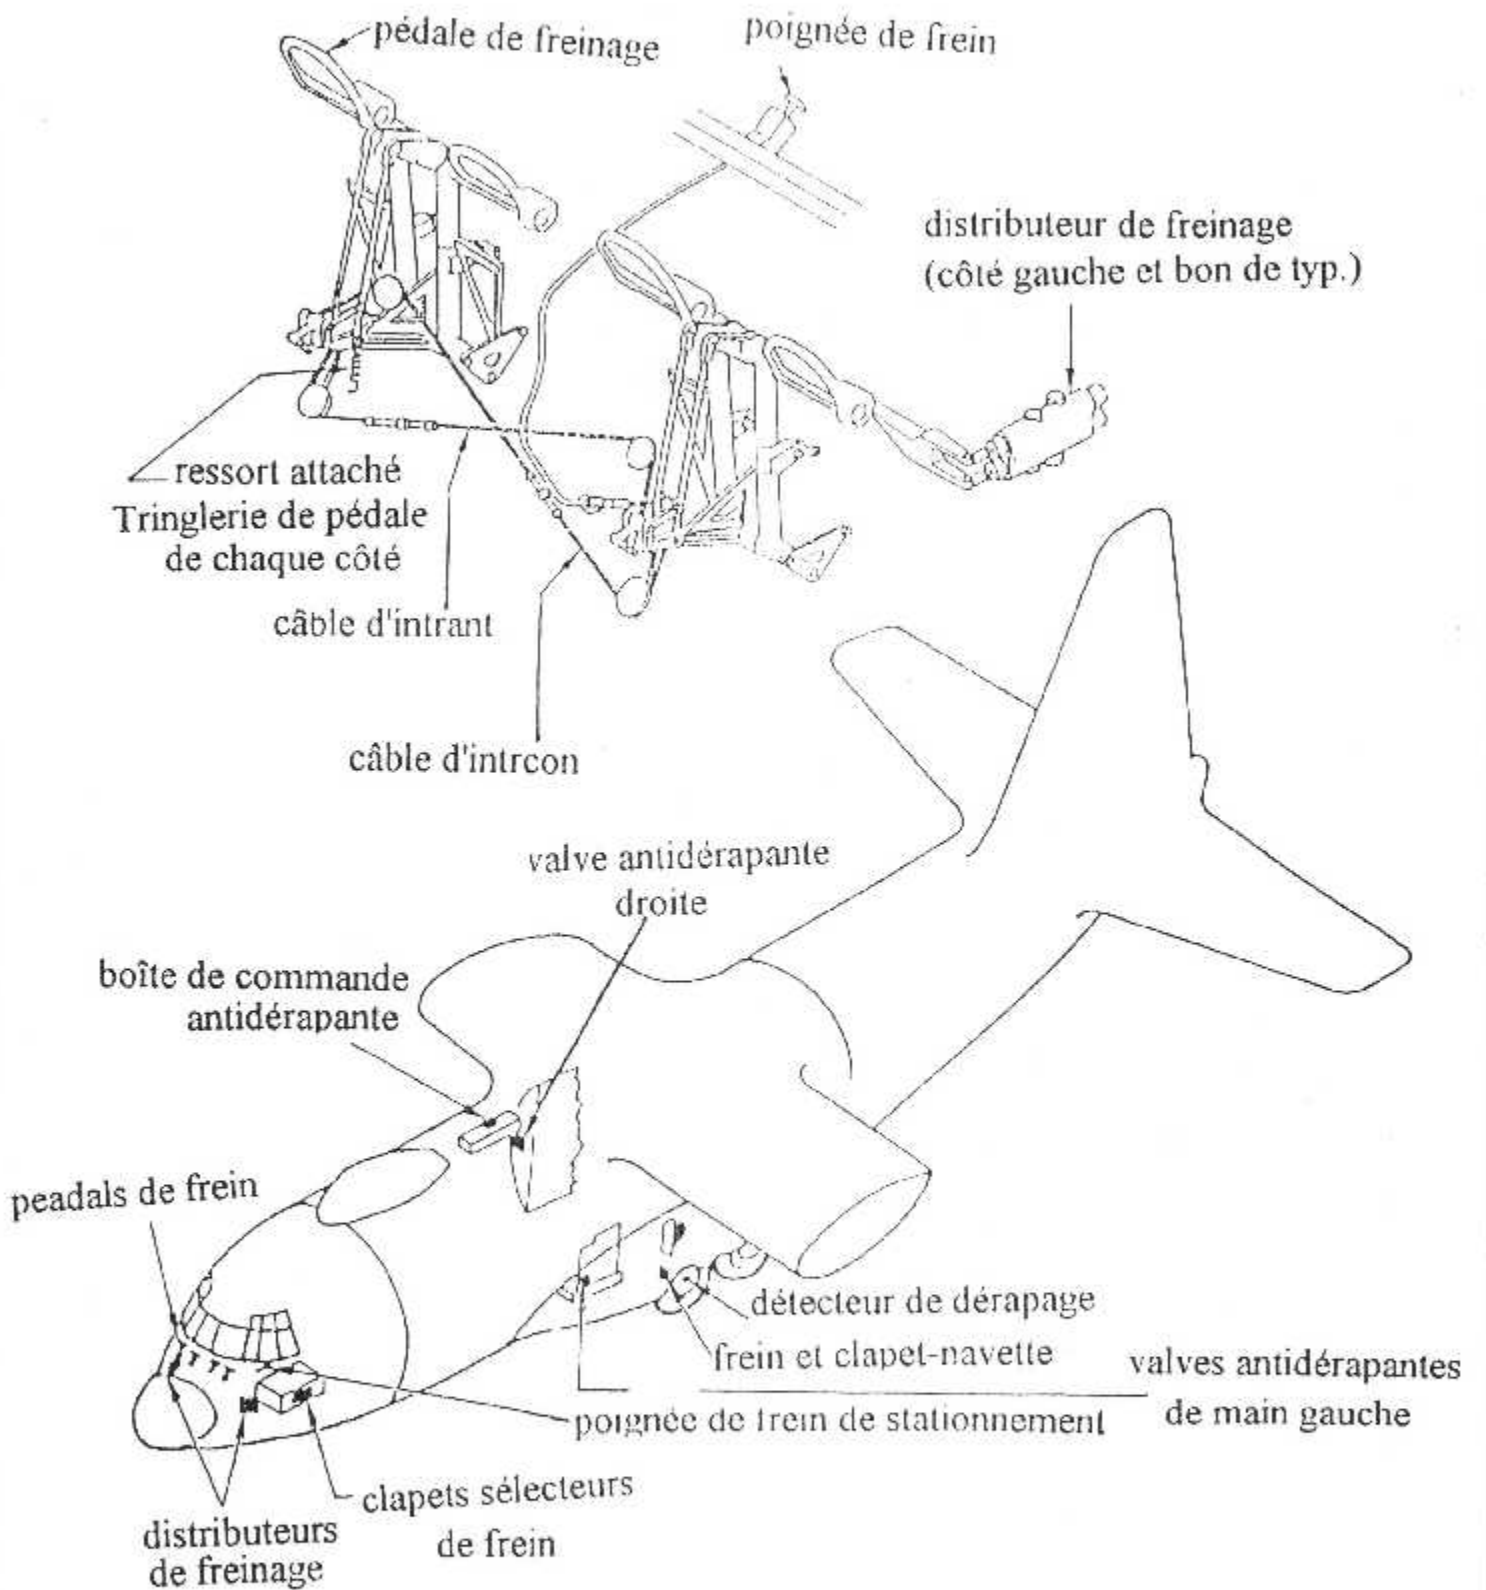

Figure : 26
**III-2.4. Frein de parking : ( figure 26)**